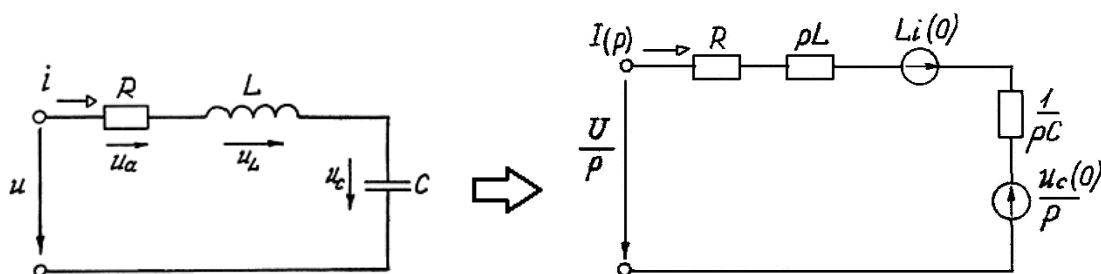

Рис.3.8
2) После перевода условий задачи в операторную форму составляется операторная схема замещения. Пример показан на рис.3.8.